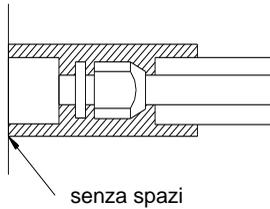

Fig. 19
- b. Gli allacciamenti dell'unità interna devono essere ricoperti con materiale termoisolante e non devono esserci spazi tra l'isolamento del giunto e l'unità (vedere Fig. 19).